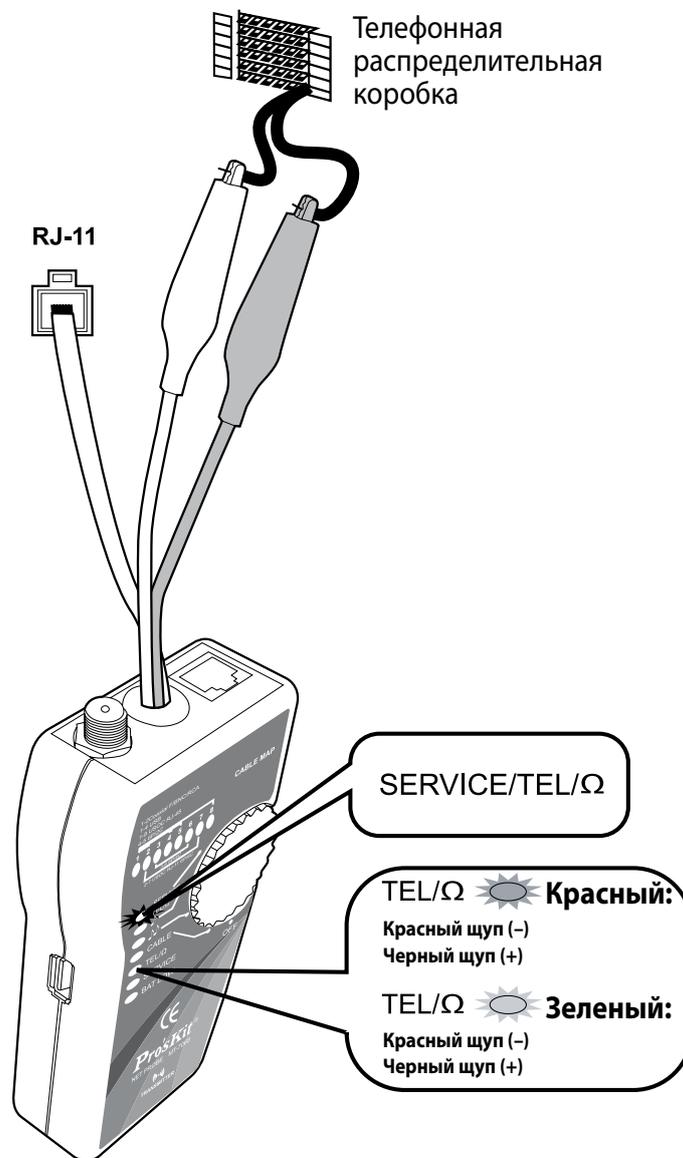

Рис. 9. Схема проверки телефонной линии и определение полярности ее подключения
Для проверки телефонной линии и полярности ее подключения выполните следующие операции. Для справки руководствуйтесь рис. 9.
1. Подключите тоновый генератор, как это показано на рис. 9. Подключите щупы к телефонной распределительной коробке, разъемам RJ-11 и RJ-45.